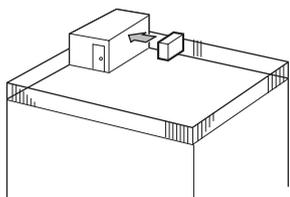

Fig. 2-3
- ① Vend luftutløpet mot nærmeste tilgjengelig vegg, omtrent 35 cm unna veggen. (Fig. 2-3)